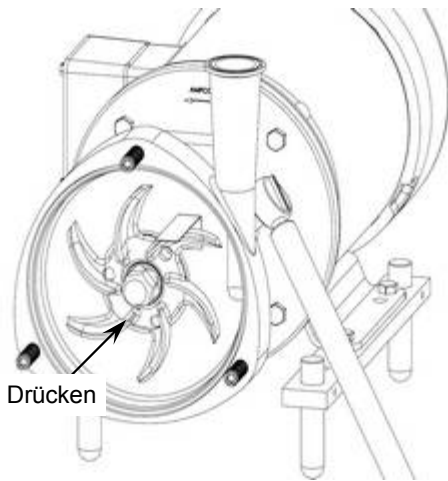

Abb. 39
4. Überprüfen Sie die Spaltmaße bei allen anderen Laufradflügeln. Mit einer Fühlerlehre jeweils hinter dem Flügel, bewegen Sie das Laufrad eine volle Umdrehung, um sicherzustellen, dass ein Mindestabstand wie in Abb. 39 und 40 dargestellt, vorhanden ist. Die Fühlerlehre soll sich ganz leicht hinter den Flügel schieben lassen.